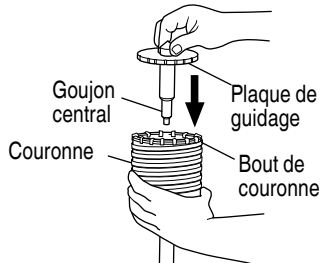

Fig. 22
- (3) Introduire le goujon central dans la plaque de guidage jusqu'à ce qu'il arrête.
(4) Engager la plaque de guidage dans la couronne et tourner la plaque de guidage à gauche ou à droite de manière à ce qu'elle à ce qu'elle ne puisse pas tomber, même si elle orientée vers le bas. (Fig. 22)